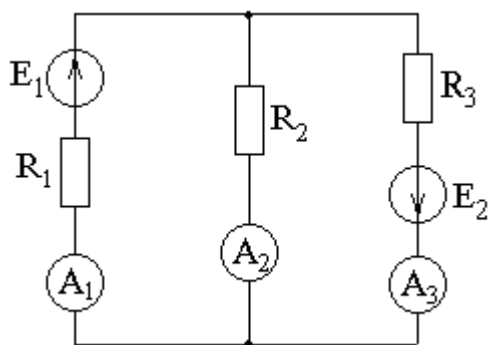

Рисунок 1.2
1.2.4 Собрать цепь (рисунок 1.2) .
1.3.3 Для схемы (рисунок 1.2) произвести теоретический и экспериментальный расчёт токов методом наложения.
1.3.4 Проверить соблюдение законов Кирхгофа для схемы (рисунок 1.2).